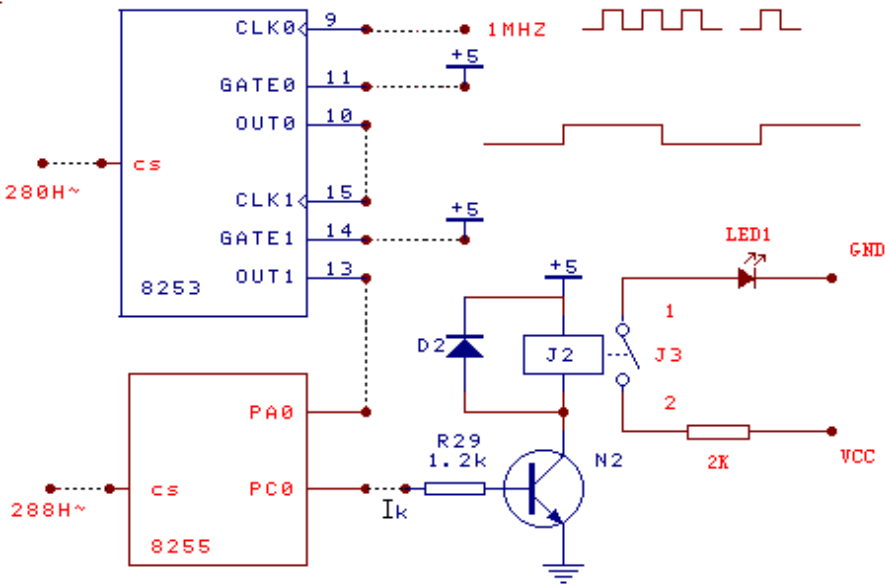

图4-9-1
1、实验电路如图4-9-1，按虚线连接电路：CLK0接1MHZ，GATE0，GATE1，接+5V，OUT0接CLK1，OUT1接PA0，PC0接继电器驱动电路的开关输入端Ik。继电器常开触点串联一个发光二极管，编程使用8254定时，让继电器周而复始的闭合5秒钟(指示灯灯亮)，断开5秒钟(指示灯灯灭)。